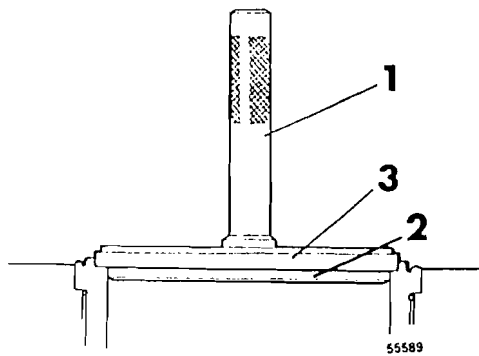

Fig. 108
- Introducir la camisa golpeándola cuidadosamente con un mandril y las placas de mandril, véase fig. 108.